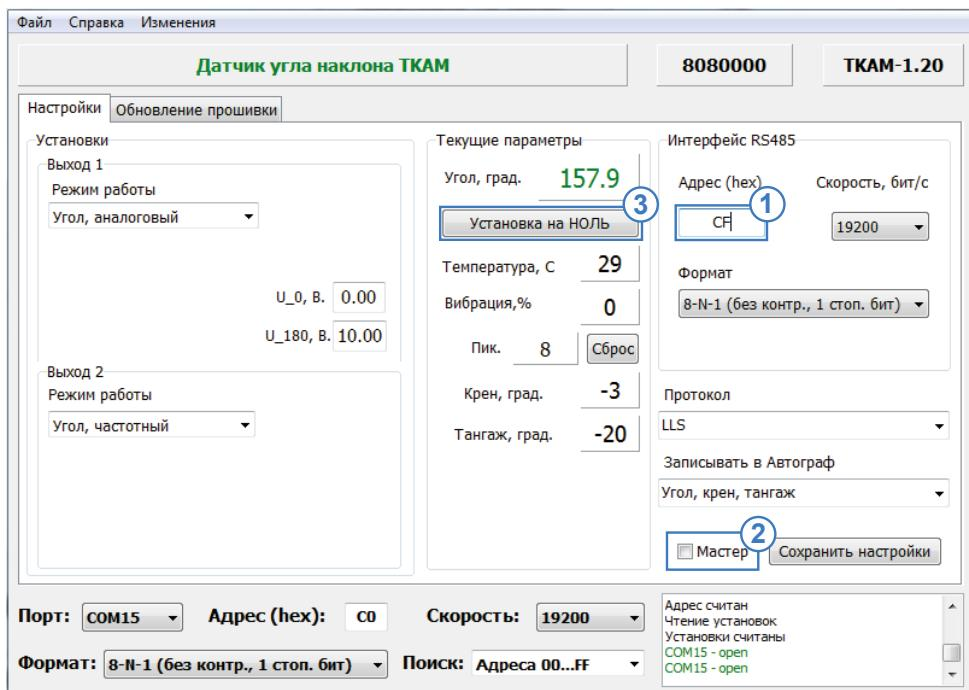

Рис.26. Настройка Помощника.
- Задайте адрес помощника – СF (Рис.26, п.1).
- Убедитесь, что опция «Мастер» отключена (Рис.26, п.2).
- Установите помощник в исходное положение и нажмите кнопку «Установка на НОЛЬ» в программе «AGPConf» (Рис.26, п.3). Сохраните настройки.